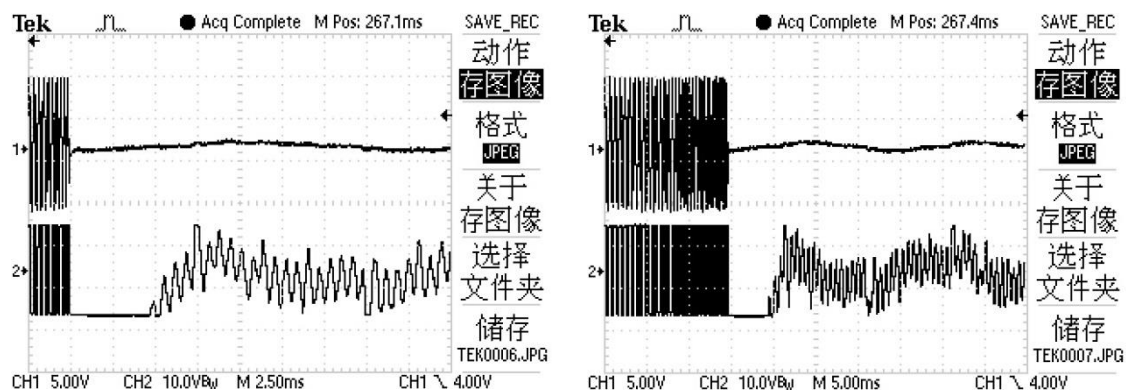

图 2 工频干扰抑制（回波频率约 1588Hz）
2、极强的干扰抑制能力，特别适用于恶劣环境下的数据采集，图 2 为 SWN-101 输入信号中混入 50Hz 工频干扰的情况，测试时在 100 米的电缆屏蔽层与系统地之间施加 50Hz/8Vrms 信号来模拟传感器受到强烈干扰的情况，波形 1 是 SWN-101 输入端波形，左侧细密部分为激励施加时的波形，平缓部分为激励停止后测到的 50Hz 工频干扰，干扰幅度约为 1Vpp，波形 2 为经过 3000 倍放大后的输出波形，可以看到虽然 50Hz 干扰仍叠加在信号上，但信号放大器仍然正常工作，经过软件分析后仍然可以测量传感器的测值，只是误差略有增加而已！如果没有干扰抑制功能，这个干扰信号将放大到 3000Vpp（饱和），根本无法识别信号。